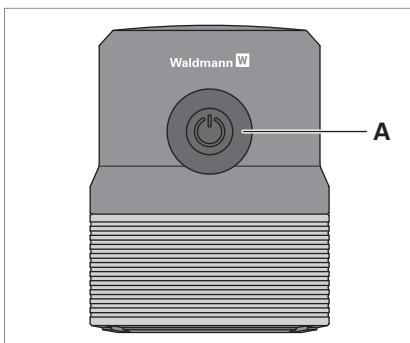

Fig. 5: Tasto.
- ▶ Per accendere e spegnere l'apparecchio, premere il tasto **A** posizionato sul lato superiore della testa dell'apparecchio d'illuminazione, vedi Fig. 5.
- ▶ Per passare al modo di dimmerazione, premere il tasto **A** e tenerlo premuto per 10 s, vedi Fig. 5.